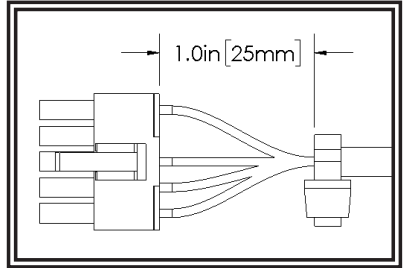

Figura 2
7. Coloque la abrazadera plástica de 2,5 cm (1 pulg.) desde la base de los conectores según se muestra en la figura 2. La abrazadera plástica no debe deslizarse sobre el cable.